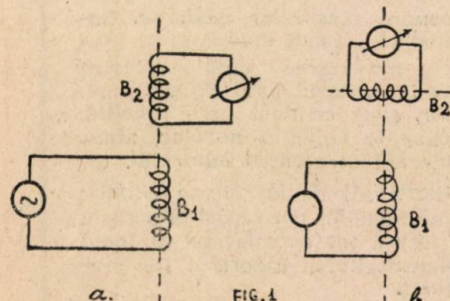

FIG. 1
Pentru a ușura cititorilor noștri înțelegerea principiilor de funcționare, vom pleca de la un fenomen care le este desigur familiar: inducția. Să apropiem două bobine una de alta, așa cum arată fig. 1. În bobina B_1 să trimitem un curent electric, în cazul nostru un curent de înaltă frecvență, produs de un mic emițător radiofonic. În bobina B_2 apare un curent de inducție, semnalat de instrumentul mA. Dacă bobinele sunt cuplate pe același ax, curentul de inducție este maxim.
3) Aparatură cu punte Wheatstone. Principiul aparatelor cu cadre echilibrate l-am văzut mai sus, în linii generale. Pentru celelalte două feluri de aparate, să revenim la fig. 1. Am văzut că în bobina B_1 apare un curent de inducție. Dar bobina B_2 produce la rândul ei o influență simțitoare asupra bobinei B_1 . Cum se manifestă această influență? Se știe că o bobină opune două feluri de rezistențe curentului de înaltă frecvență: una pur ohmică, provocată de rezistența sârmei, și alta datorită selfinducției spirelor și denumită reactanță. Când apropiem bobina B_2 de bobina B_1 se constată următorul fenomen la aceasta din urmă: rezistența crește și reactanța scade sau invers. Această schimbare în comportarea bobinei o putem preciza prin modificarea coeficientului de supratensiune Q . Acest coeficient este egal cu:
Precum se vede în fig. 1 antena branșată în borna C se poate trece prin condensatorul variabil cuplând-o prin punctul A' sau se poate conecta direct, prin borna A.